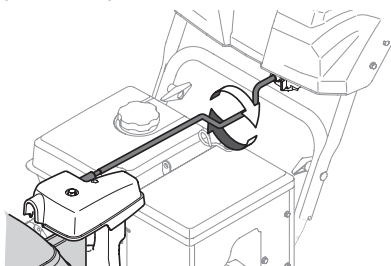

Figure 64
Procédez comme suit pour changer manuellement la direction de la goulotte si votre souffleuse est dotée d'une manette de commande électrique et d'une tige de commande manuelle. Voir (Figure 64).
1. Retirez la goupille fendue (a) d'un des deux trous les plus éloignés de la tête de commande de la goulotte. Voir (Figure 64).
4. Tenez la portion recourbée de la tige de commande et faites pivoter la goulotte manuellement vers la droite ou vers la gauche. Voir (Figure 64).